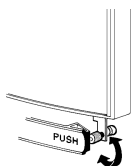

Bild 6
- 5 - Zum Sperren der Ausgabetaste wird die Fixiermutter bei geöffneter Tür gegen den Uhrzeigersinn solange gedreht, bis sie leicht gegen die Ausgabetaste drückt (Bild 6).